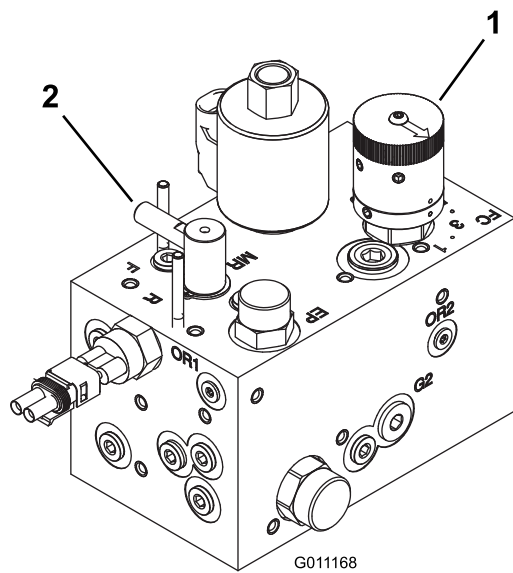

Figura 47
- Girate la manopola di comando della velocità dei cilindri (Figura 47) fino al numero impostato determinato nella fase 1.